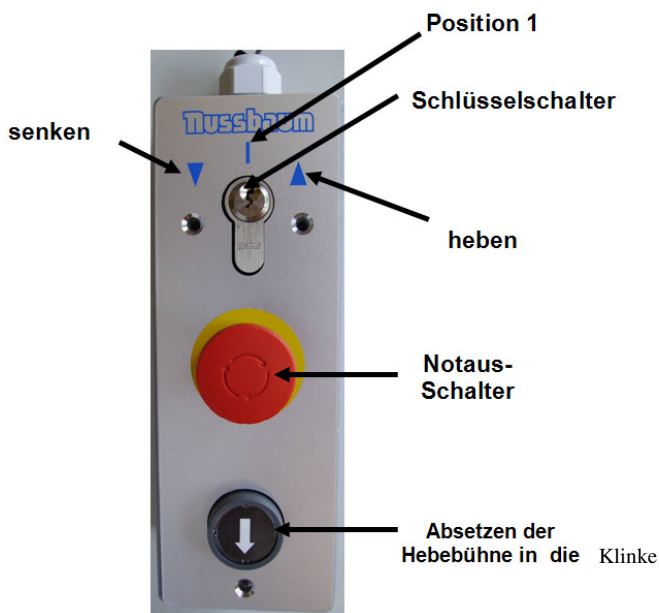

Bild 1: Bedienelement
Einspeisung / supply Bild 1
- Einschalten der Steuerung. Hauptschalter auf Position "1" drehen (siehe Bild 1)